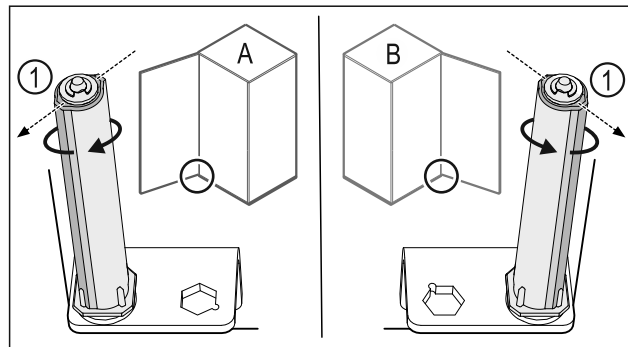

Fig. 28 Lewy ogranicznik (A) / prawy ogranicznik (B)
- ▶ Przekręcić system blokujący w kierunku przeciwnym do oporu, aż pręt systemu blokującego Fig. 28 (1) będzie skierowany na zewnątrz.